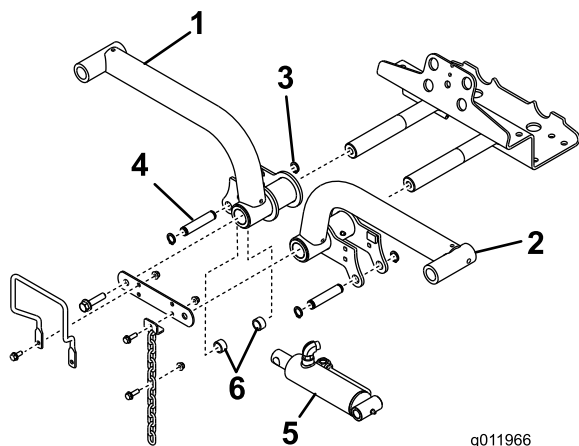

図 15
4. 左右の昇降アームをそれぞれピボットシャフト (図 15) に差し込み、保管しておいたピボットシャフト・リンクとキャップスクリューを取り付けて固定する。
6. 昇降シリンダの右端を右昇降アームに連結する(ピン 1 本とスペーサ 2 個)(図 15)。リテーナリングで固定する。